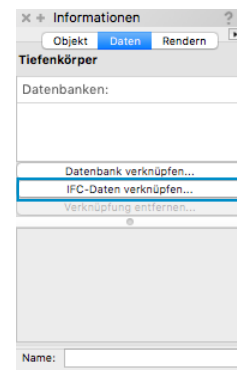

BILD 4
**TIPP:** Sie können das Dialogfenster „IFC-Daten“ auch öffnen, indem Sie ein Objekt aktivieren und dann auf den Reiter „Daten“ in der Infopalette klicken. Klicken Sie dann auf den Knopf **IFC-Daten verknüpfen** (BILD 4).